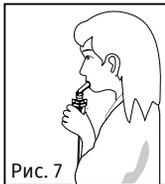

Рис. 7
9. Тримати небулайзерну камеру таким чином, як це показано на рисунку. Видихати через загубник, маску чи носову насадку (рис. 7, 7а).
Рис. 7а